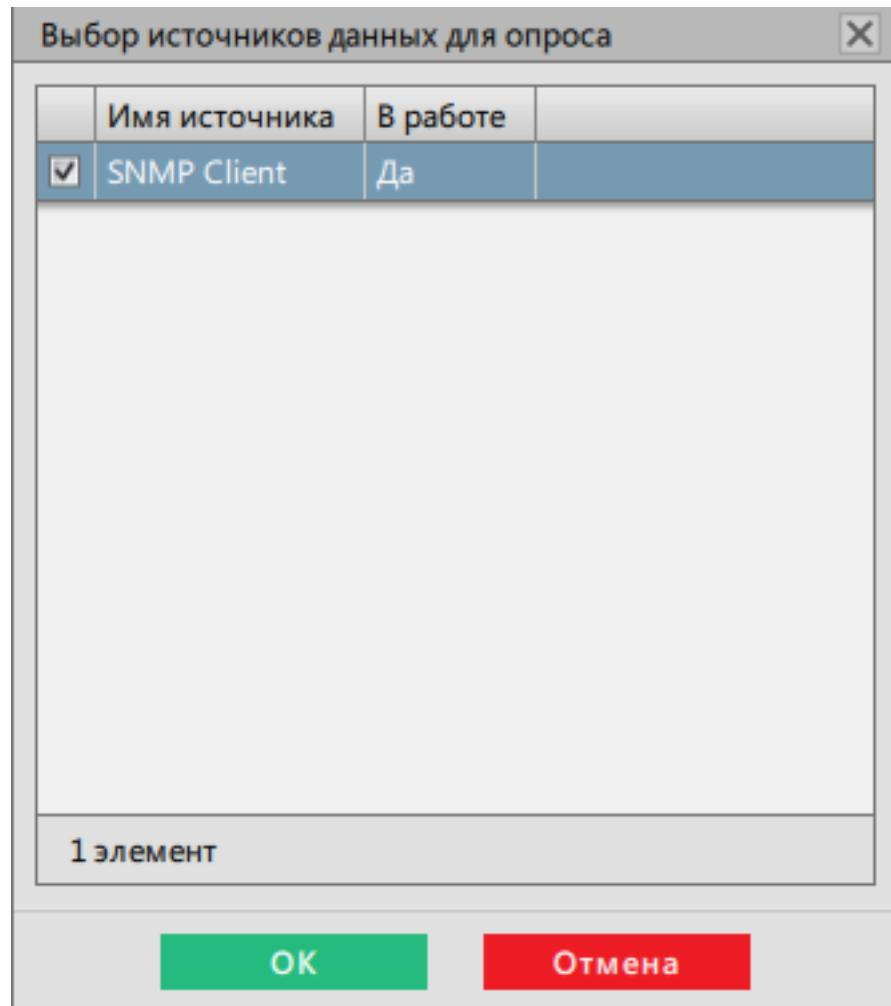

Рисунок 242 - Выбор источников данных для опроса
14. Выберите источник данных для опроса из п.3 и нажмите **OK** (Рисунок 242).